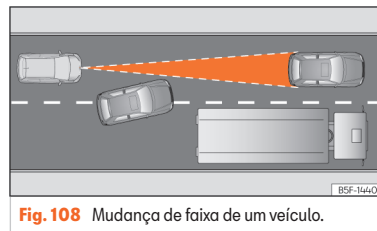

Fig. 108 Mudança de faixa de um veículo.
- Veículos que mudem para a faixa na qual circula a pouca distância do veículo >>> **Fig. 108.**